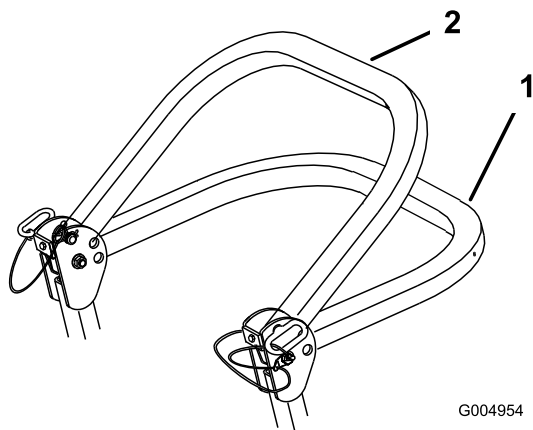

Figura 7
2. Abbassate il roll bar. Il roll bar può essere abbassato in due posizioni. Vedere Figura 7.